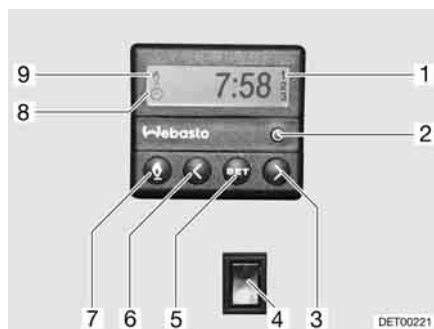

Fig. 82 Centralina di controllo per riscaldamento fisso
- Premere il tasto (Fig. 82,7). Il funzionamento del riscaldamento viene indicato con il simbolo (Fig. 82,9). La ventola viene inserita solo quando la temperatura dell'acqua di raffreddamento è pari a 30 °C.
- Premere il tasto (Fig. 82,7). Il simbolo (Fig. 82,9) si spegne.
- Premere l'interruttore (Fig. 82,4) in basso. Il motore viene preriscaldato. La ventola viene inserita immediatamente.
- Premere l'interruttore (Fig. 82,4) in alto. Il motore rimane freddo.
- Premere il tasto (Fig. 82,2). L'impostazione dell'ora viene indicata con il simbolo (Fig. 82,8).
- Impostare l'ora con i tasti (Fig. 82,3 e 6).
- Premere il tasto (Fig. 82,5).
- Impostare l'orario di accensione con i tasti (Fig. 82,3 e 6) entro 10 secondi.
- Premere il tasto (Fig. 82,5) fino a che nel display (Fig. 82,1) non appare il numero di programmazione desiderato.